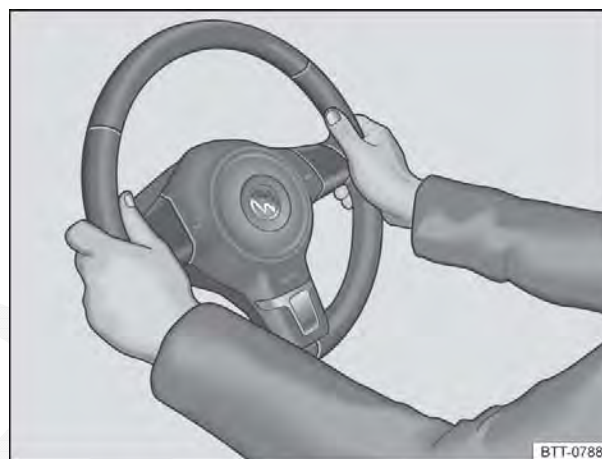

Fig. 48 No volante: posição 9 e 3 horas.
- Ajustar o volante de forma que possa ser segurado lateralmente com ambas as mãos e braços ligeiramente arqueados na borda externa na *posição das 9h e 3h* ⇒ **Fig. 48**.
- Durante a condução, sempre segurar o volante com ambas as mãos lateralmente na borda externa na *posição das 9h e 3h* ⇒ **Fig. 48** para reduzir ferimentos causados pelo acionamento do airbag frontal do condutor.